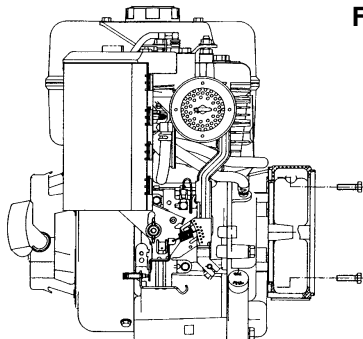

Fig. 1
-) Montare il coperchio anteriore sul motore fissandolo con le apposite viti e applicando una coppia di serraggio di $48 \pm 7\%$ Nm se si impiegano viti M10 o $21 \pm 7\%$ Nm nel caso di viti M8 (fig. 1).
-) Mount the front cover on the motor, by fixing it with the proper screws and by applying a tightening torque of $48 \pm 7\%$ Nm if M10 screws are used or $21 \pm 7\%$ Nm if M8 screws are used (fig.1).
-) Monter le couvercle avant sur le moteur en la fixant avec les vis prévues à cet effet et en appliquant un couple de serrage de $48 \pm 7\%$ Nm si on utilise des vis M10 ou de $21 \pm 7\%$ Nm en cas de vis M8 (fig.1).
-) Den vorderen Deckel auf den Motor setzen und ihn mit Hilfe der entsprechenden Schrauben und einem Anzugsmoment von $48 \pm 7\%$ Nm festziehen, wenn Schrauben M10 verwendet werden, oder aber mit einem Anzugsmoment von $21 \pm 7\%$ Nm bei Verwendung von Schrauben M8 (Abb. 1).
-) Monte la tapa anterior encima del motor sujetándola con sus tornillos y aplicando un par de torque de $48 \pm 7\%$ Nm si utiliza tornillos M10, o de $21 \pm 7\%$ Nm si utiliza tornillos M8 (fig.1).